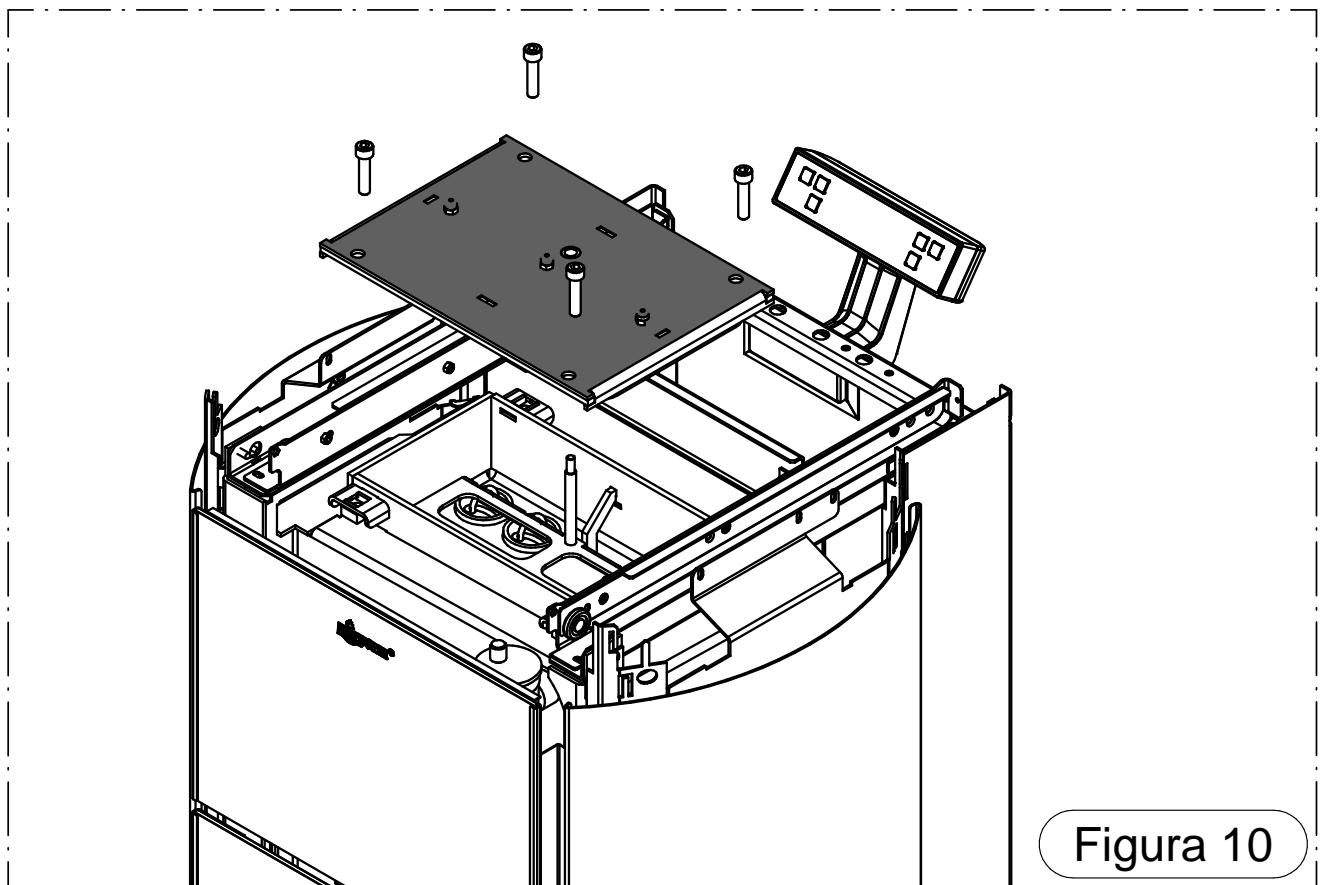

Figura 10
- Aspire la ceniza presente en el compartimiento superior de circulación de humos (Figura 10). Para acceder al compartimiento, quite las 3 cerámicas superiores (figura 6), extraiga el tornillo de sujeción de la tapa del depósito (figuras 7, 8 y 9) y desenganche la tapa A. Desenrosque los 4 tornillos y el pomo del sacudidor de turbuladores. Quite la tapa, prestando atención para no dañar el aislante instalado en la misma (figura 10).